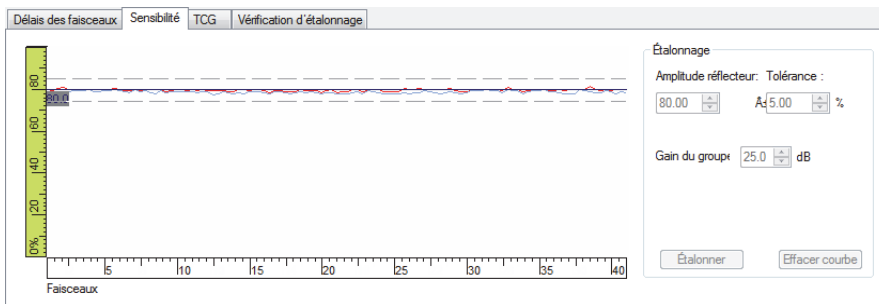

Figure 4-23 Courbes d'étalonnage de la sensibilité
8. Effectuez un nouveau balayage au-dessus du réflecteur de référence sur le bloc étalon pour valider l'étalonnage en confirmant que la ligne rouge apparaît à l'intérieur des lignes de tolérance (Figure 4-23 à la page 126).